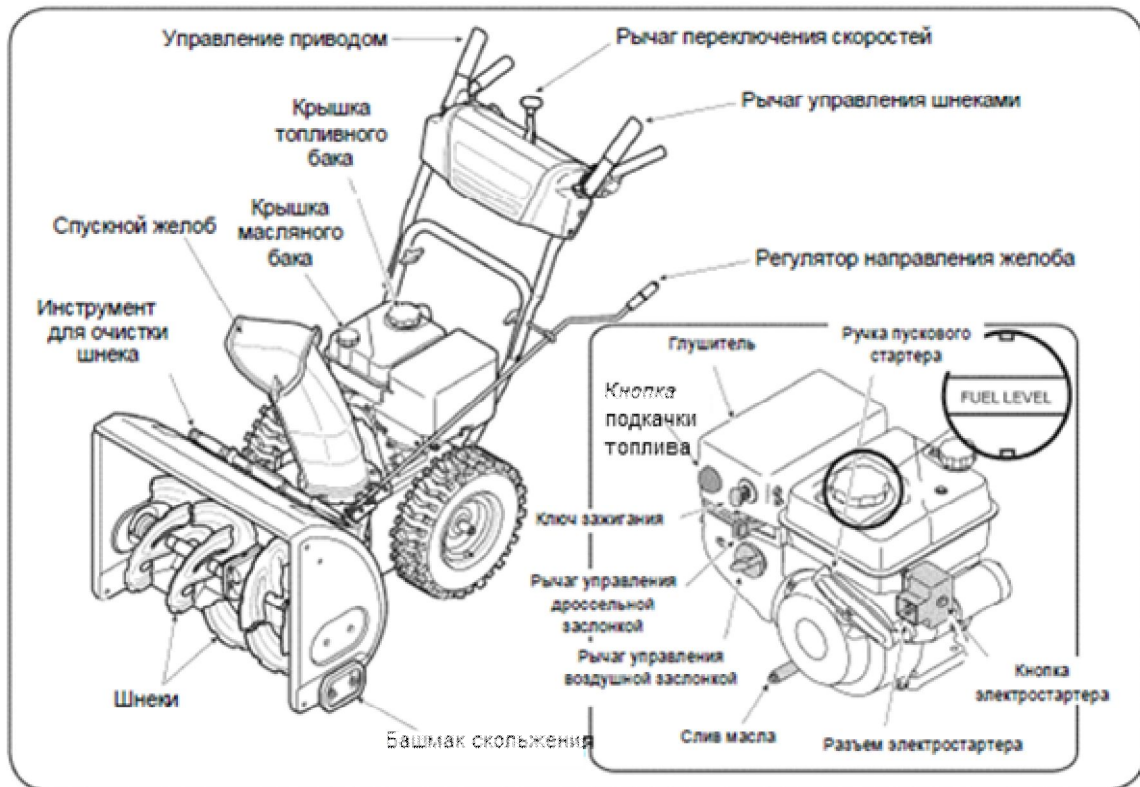

Рис. 10
Теперь, когда Вы подготовили снегоочиститель к эксплуатации, важно изучить систему его управления. (См. Рис. 10).
2. Индикатор уровня горючего расположен в топливном баке см. дополнительную вставку на Рис. 10. Наполняйте бак до тех пор, пока уровень топлива не дойдет до уровня индикатора, оставляя место для расширения топлива при нагреве.